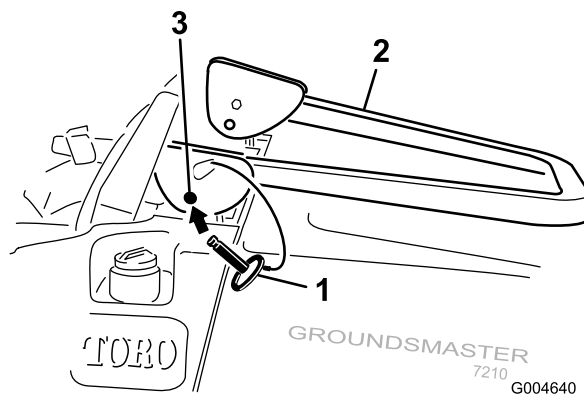

Figura 14
2. Abbassate il roll bar (Figura 14).